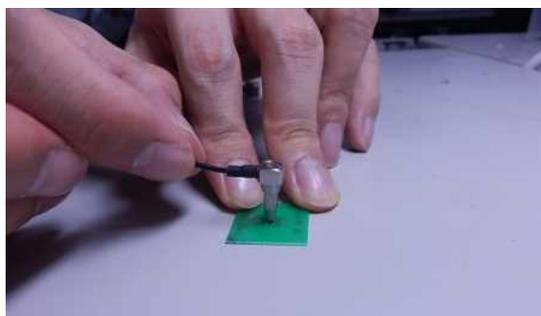

Fig. 17
- ・Fig. 17 のようにケーブルを引っ張り検査用ハーネスの抜去を行わないでください。